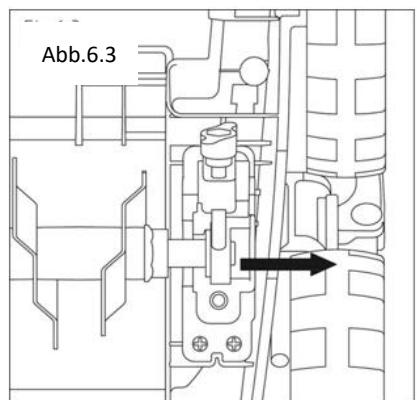

Abb.6.4
5. Verwendung Vertikutierwalze (Abb.6.4)
- Ziehen Sie das ursprüngliche Klingensystem nach oben, um es vom Maschinengehäuse zu lösen (Abb. 6.4).